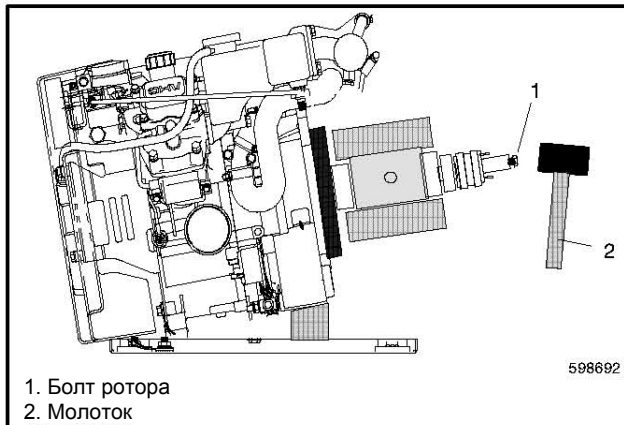

Рисунок 6-5 Снятие ротора
25. Постукивая молотком по болту, снять ротор с конусообразного приводного вала двигателя. Не повредите резьбу сквозного болта или головку. См. Рисунок 6-5.